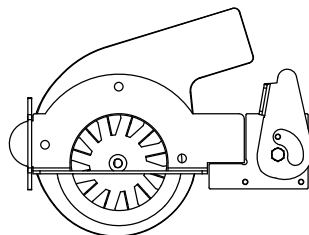
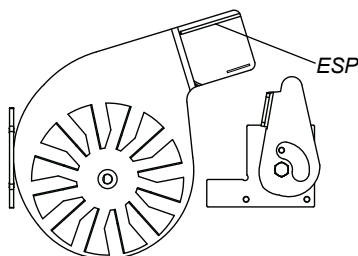

Fig. 32
Fig. 33
6. Enlevez le capot du ventilateur de tirage en tournant le loquet du capot dans la position verticale comme illustré par la figure 32. Glissez ensuite le capot hors de la rainure gauche. Vous découvrirez ainsi la roue du ventilateur et la sortie du conduit de fumée (voir figure 33).